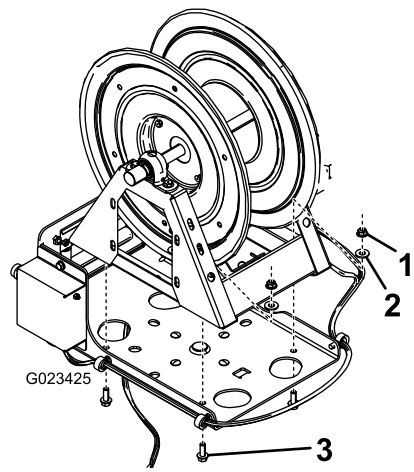

图 22
5. 如图 22 中所示使用 4 个螺栓 $\frac{3}{8}$ 英寸 - 16 x 1 英寸、4 个垫圈 $\frac{7}{16}$ 英寸和 4 个凸缘螺母 $\frac{3}{8}$ 英寸 - 16 将软管卷固定到转盘上。